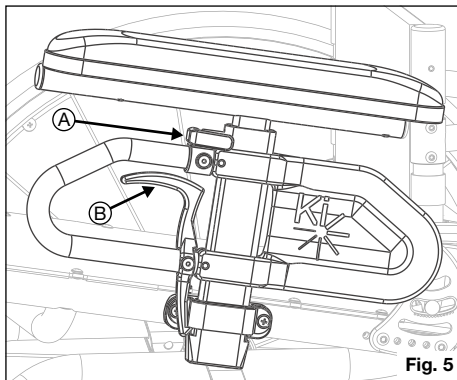

Fig. 5
- b. Armlenet låses automatisk på plass. Kontroller for å sikre at låsespaken er som vist (fig. 5:B).
- a. Roter utløerspaken (fig. 5:A).
- d. Skyv armlenet inntil øvre arm låses på plass. Kontroller for å sikre at låsespaken er som vist (fig. 5:A).
- a. Klem inn utløerspaken (fig. 5:B) og fjern armlenet.